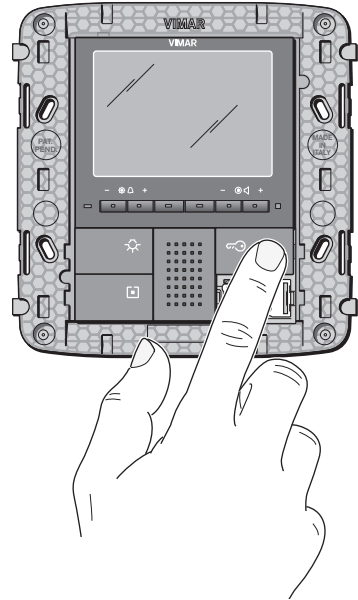

Figura 11
- Premere e mantenere premuto, per almeno 3 secondi, il **tasto "B"** (funzione apriporta) (figura 11);